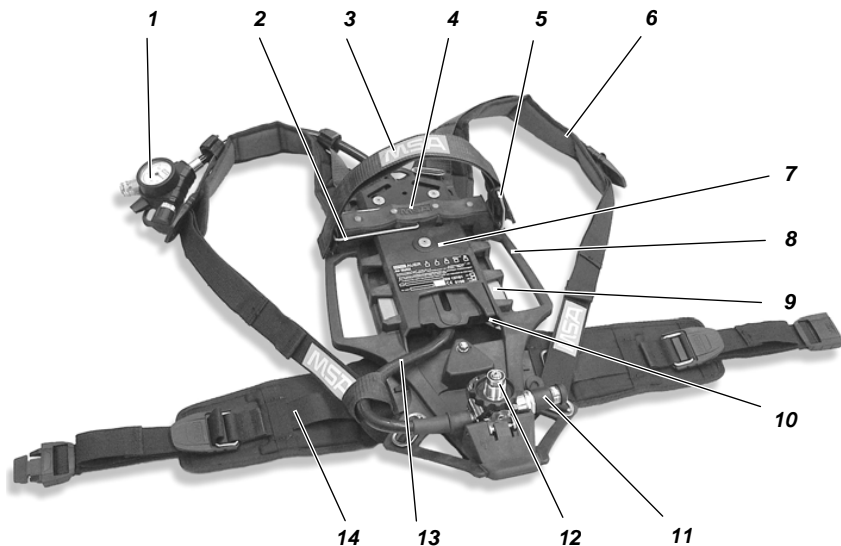

Fig. 1 AirMaxx SL pusteapparat med komprimert luft
- (1) Sett pusteapparatet med komprimert luft horisontalt slik at baksiden viser oppover (se Fig. 1).
- (2) Sett luftbeholder skillet (2) i horisontal posisjon ovenfor spennen (5) helt til den går i lås.
- (3) Sjekk utstyret på trykkforminsker (12) for korrekt tilstand.
- (2) Sett luftbeholder skillet (2) i vertikal posisjon helt til den går i lås.
- (3) Hvis det ikke er koblet til en T-stykke på trykkforminsker (12), sjekk utstyret på trykkforminsker og T-stykket og skru den inn uten å bruke makt.